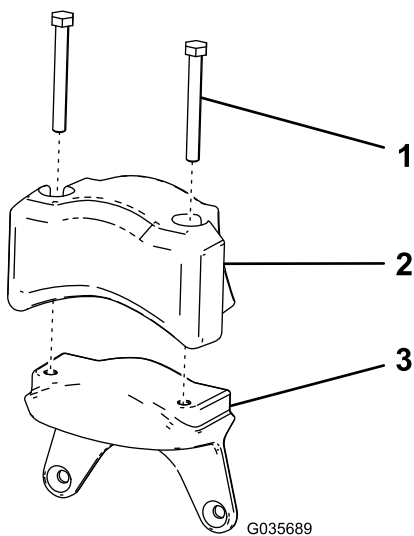

Рисунок 9
- 1. Установите противовес электродвигателя и два колпачковых винта (5/16 x 2³/₄ дюйма), снятых при выполнении пункта 5 в разделе 2 Подготовка режущего блока (страница 2), на новый груз (Рисунок 9).